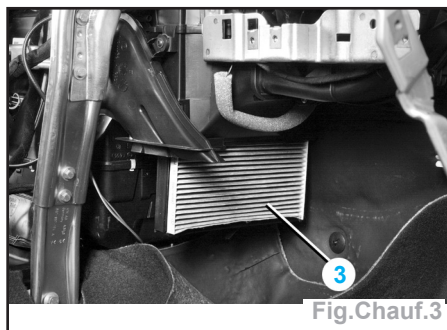

Fig.Chauf.3
- Sortir le filtre (3) de son boîtier (Fig.Chauf.3).